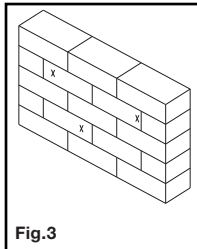

Fig.3
2. Mientras otra persona sostiene la placa de la pared en su lugar, marque tres ubicaciones en la pared para asegurar el montaje. Marque dos ubicaciones en la parte superior de la placa de la pared y una ubicación en la parte inferior de la placa de la pared (Ver Fig. 3).